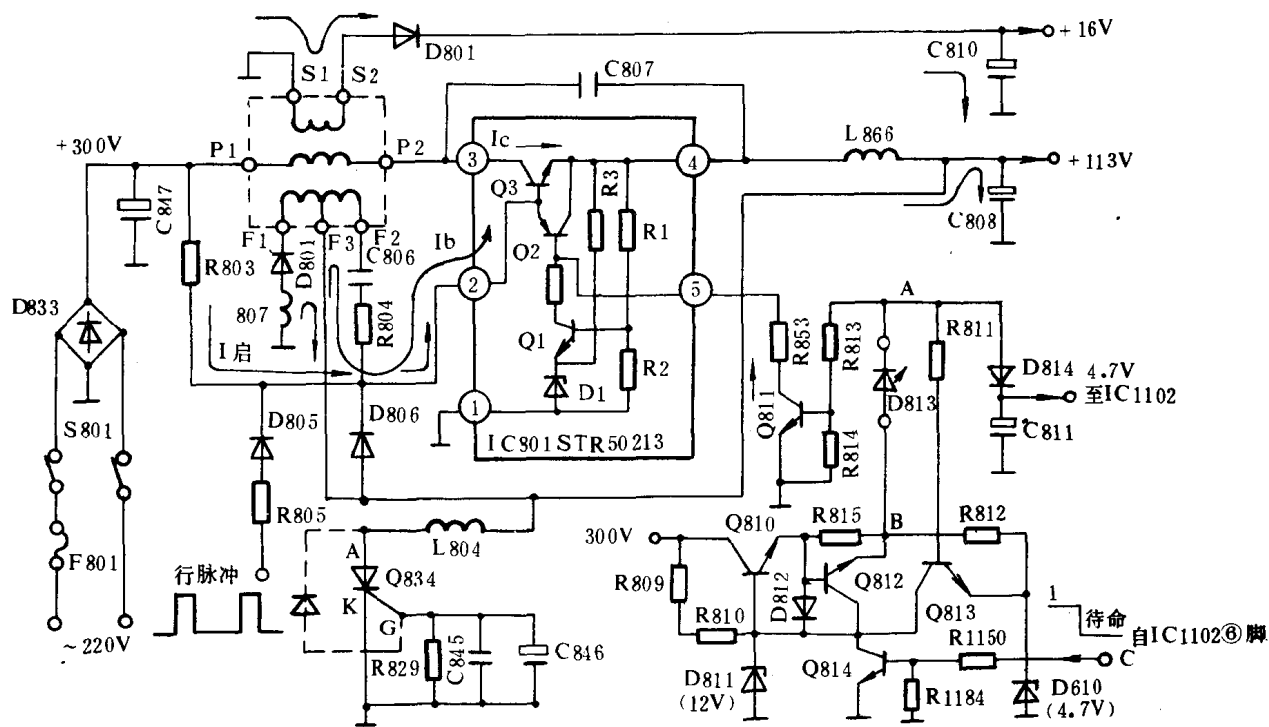

图 1-2 电源电路图
电源由两部分组成。由 D833、C847、T801、IC801、C808、Q834 等元器件组成的是主开关电源。另一路电源是在遥控关机即待命状态时向微处理器供电的辅助电源。它是由 R809、R810、D811、Q810、R815、D813、D814 等元器件组成。辅助电源只是在有遥控的机型中采用，因此无遥控的机型这部分电路是没有的。两部分的电路原理图见图 1-2。
M15L 机芯的开关电源过压保护是由 Q834、R829 等组成的。可控硅 Q834 内有一只稳压值为 120V 的稳压二极管跨接在阳极 A 和控制极 G 之间(见图 1-2 中虚线)。平常开关电源输出电压正常值为  $113V \pm 1V$ ,它低于 Q834 内的稳压二极管导通电压。稳压二极管截止,Q834 不起控。当输出电压大于 120V 时,Q834 内的稳压二极管导通,Q834 可控硅控制极得以触发从而使 Q834 导通,将输出电源短路,迫使 IC801 停止振荡,从而起到过压保护的目。
M15L 机芯的遥控待命状态是由 IC1102 的第⑥脚发出的。此时,图 1-2 中的 C 点将由正常状态的高电平变成待命状态的低电平。Q814 因此由饱和状态转成截止状态。Q810 导通工作,其射极输出电压取决于 D811 的稳压值。该电压通过 R815、D813,一路使 Q811 饱和,IC801 停止工作;另一路通过 D814 向微处理器 IC1102 等电路提供电源。该部分即待命状态的辅助电源。图 1-2 中 Q812 是辅助电源负载短路保护三极管。若 A 点或 B 点或 4.7V 的负载因故与地短路,由于 Q812 的集电极上有 D811 稳压二极管,所以 Q812 集电极的电压在 Q812 未导通时,也就相对不变(12V)。当 A 点、B 点的电位下降,流过 R815 的电流增大,即相当于将 Q812 的基极电位提高,Q812 因此饱和并导致 Q810 截止,停止输出电压,从而达到短路保护的目。与此相对应,图 1-2 中的 Q813 是过压保护三极管。当 A 点的电位升高过多时,Q813 饱和,将 D610 并在 D811 上。而 D610 的稳压值是 4.7V,它小于 D811 的稳压值 12V,这样 Q810 的基极偏置削弱,导致输出电压下降,从而起到过压保护的目。